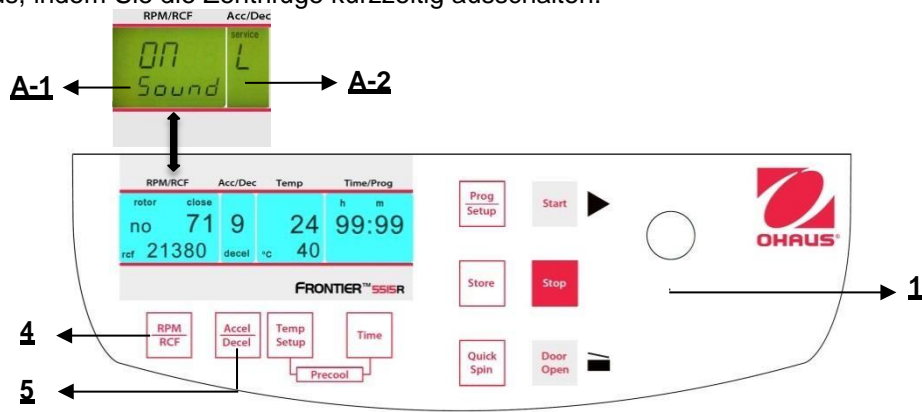

Abbildung. 33
Fahren Sie fort wie unter Punkt 4.1.2 beschrieben, um in den Programmmodus einzutreten und drücken Sie dann die Taste "Accel/Decel"(5). Auf der Anzeige blinkt "Acc/Dec" (A-2) das Wort "Service". Wählen Sie nun den Buchstaben "L" mit Hilfe des Anpassungsknopfes (1). Als Ergebnis erscheinen die Worte "On Sound" auf der Anzeige "RPM | RCF" (4). Wenn Sie die Taste "RPM | RCF" (4) nun drücken, blinkt das Wort "On" und Sie können den Ton mit dem Anpassungsknopf (1) umschalten (siehe Abbildung 33). Nachdem Sie die Einstellungen gespeichert haben (siehe 4.1.2), ändern Sie zurück zum normalen Programmiermodus, indem Sie die Zentrifuge kurzzeitig ausschalten.